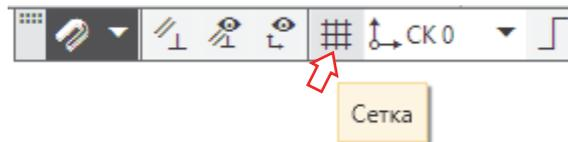

Рис. 3.1-4
- ✓ **Примечание.** Настройки размеров в системе КОМПАС соответствуют стандарту ГОСТ 2.307, поэтому такие величины, как высота шрифта, длина стрелок и другие изменять не нужно. Для отсчета расстояний от детали до размерной линии можно включить разметочную Сетку (рис. 3.1-4).